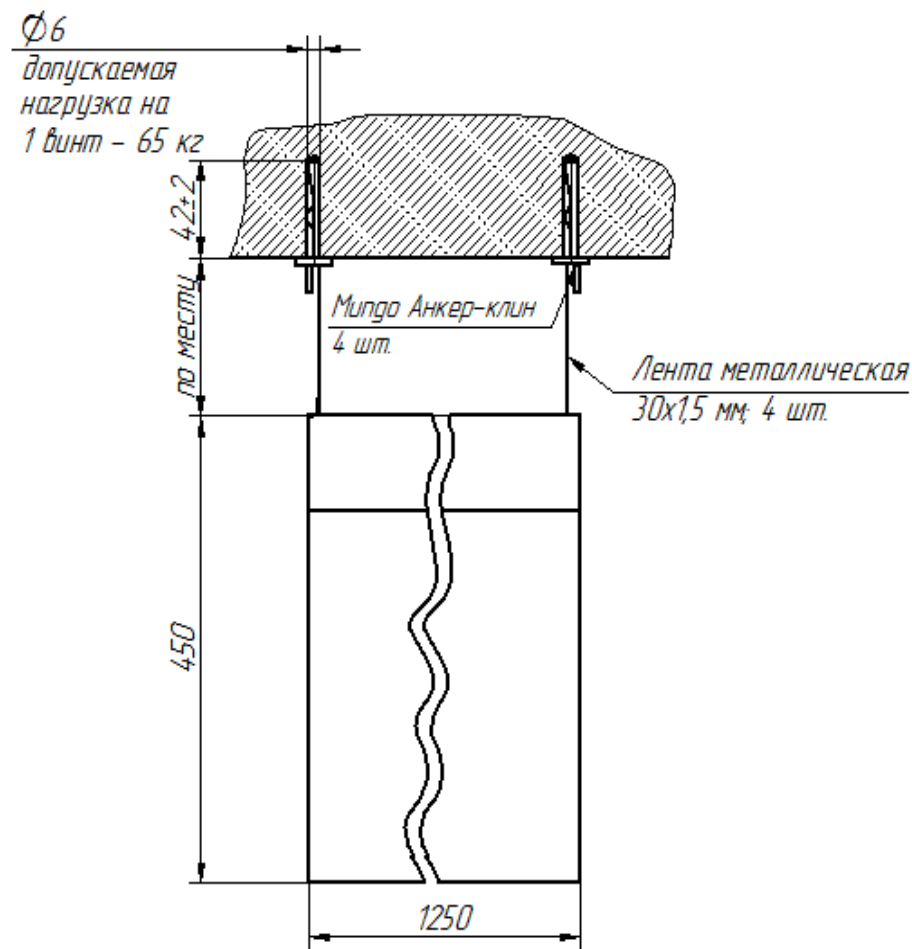

Рис. 2
- установить зонт на соответствующее место согласно рис. 2, при этом необходимо заземлить зонт;